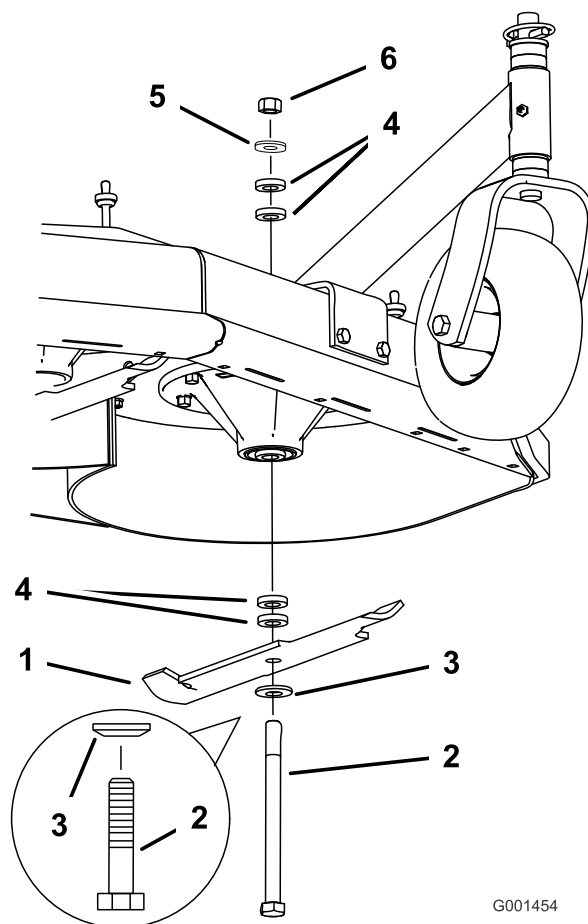

Figura 11
- Sujete el perno de la cuchilla y retire la tuerca (Figura 11).
- Deslice el perno por el eje, y cambie los espaciadores según sea necesario (Figura 11).
- Instale el perno y la arandela curva, añada los espaciadores adicionales que sean necesarios, y sujételos con una arandela fina y una tuerca (Figura 11).